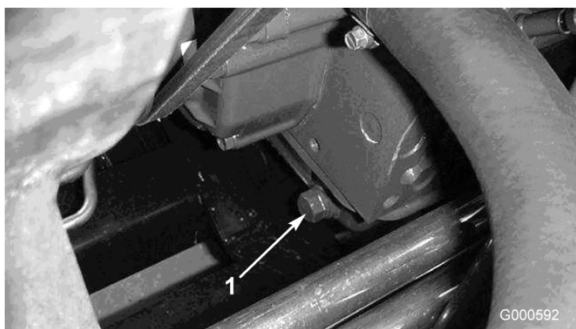

Figure 31
1. Retirez le bouchon de vidange arrière (Figure 31) et laissez s'écouler l'huile dans un bac de vidange. Remettez le bouchon quand toute l'huile s'est écoulée.